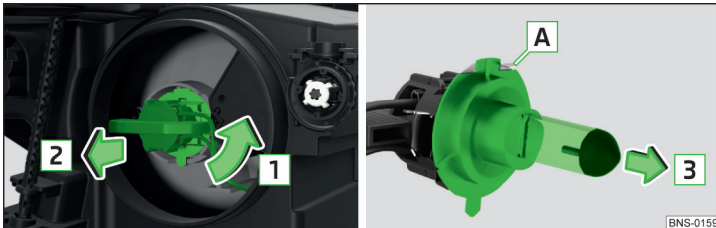

Abb. 379 Glühlampe für Ablendlicht wechseln
- › Den Stecker mit der Glühlampe in Pfeilrichtung **1** drehen » Abb. 379.